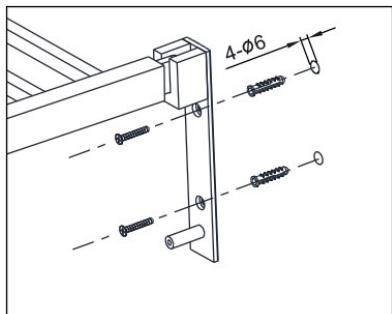
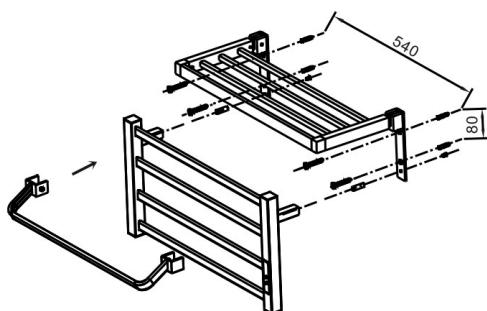

Figura 4
Figura 5
1. Praticare i fori ($\varnothing 6$ mm) nella parete secondo la Figura 4 e la Figura 5.